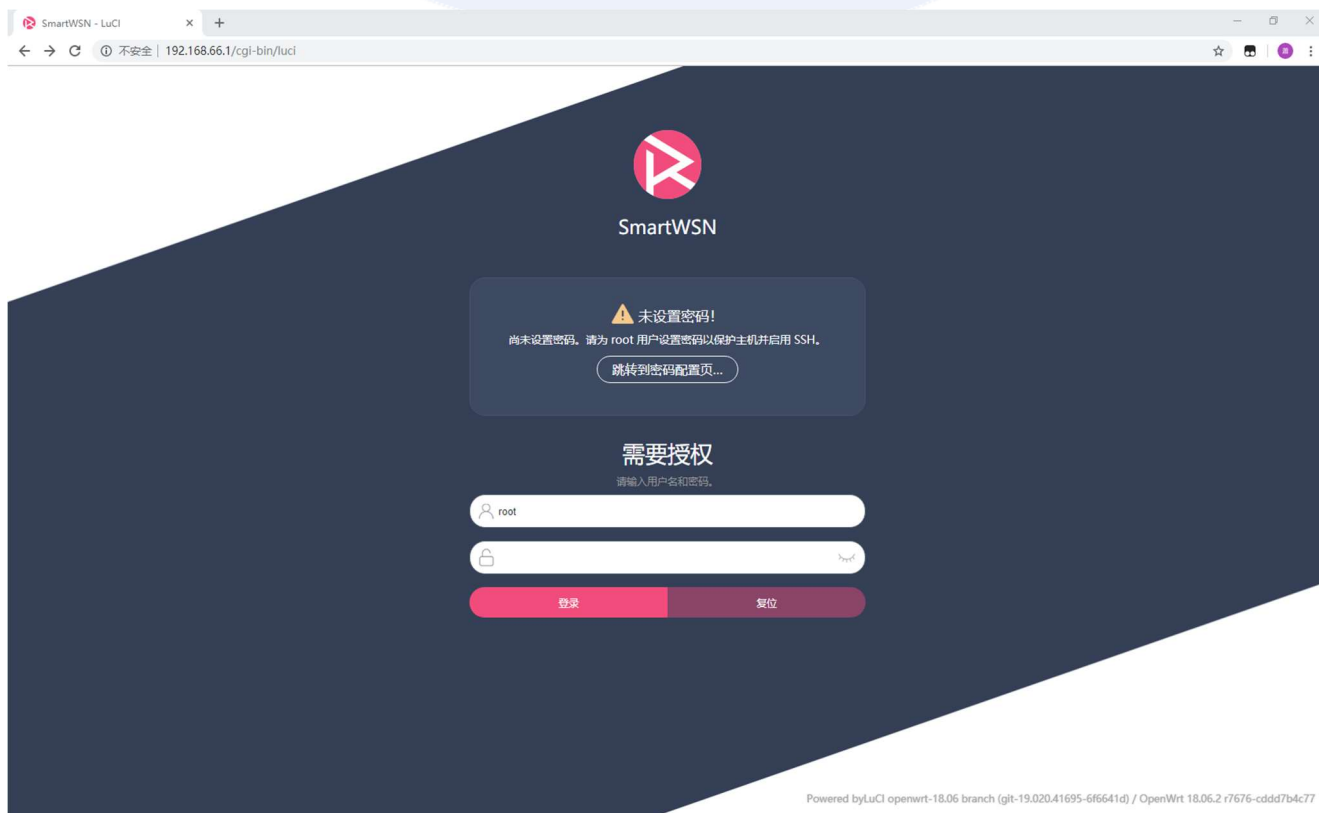

图 3 本地配置网关登录页面图
2、用户在电脑端，使用谷歌浏览器输入 IP 地址: 192.168.99.1 访问本地配置网页，如图 3 所示，初始本地配置网页登录密码为空。可以点击“跳转到密码配置页...”进行密码的自定义配置，亦可以直接点击“登录”进行路由器的操作设置。